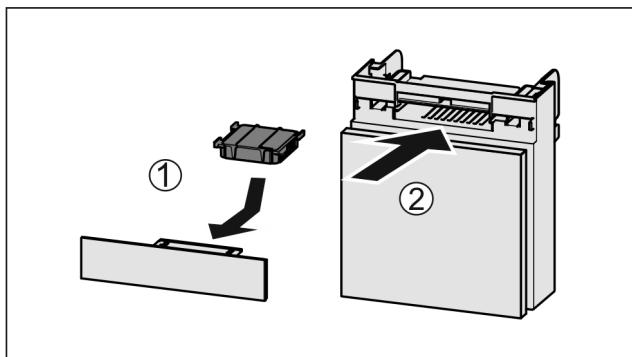

Fig. 149
- Поставете Fig. 149 (1) филтъра с активен въглен, както е показано на фигуранта.
- Вкарайте Fig. 149 (2) отделението.